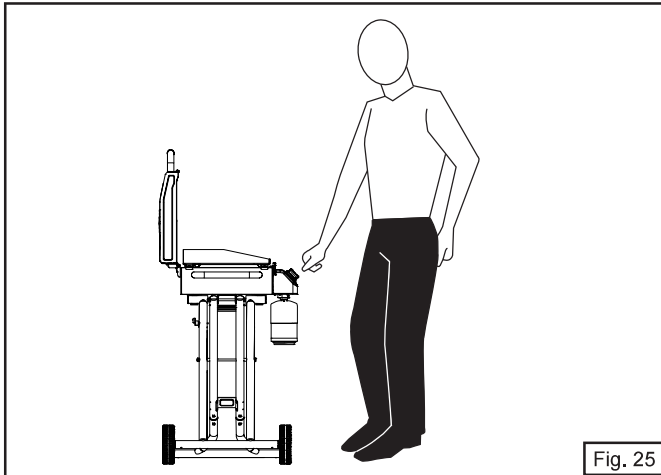

Fig. 25
**LAS SIGUIENTES REGLAS DEBEN SER SIEMPRE SEGUIDAS EN ESTE ORDEN (Fig. 25):**